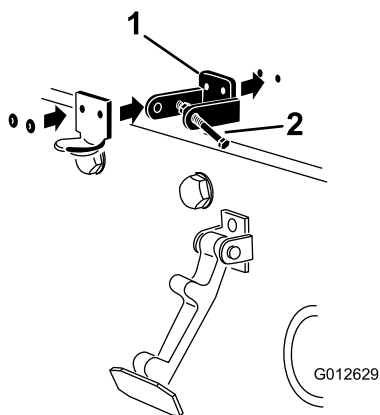

Рисунок 14
Примечание: Стопорный кронштейн должен быть прижат к капоту (Рисунок 14). Не снимайте болт с гайкой с рычага стопорного кронштейна.
5. Приклепайте кронштейны и шайбы к капоту (Рисунок 14).